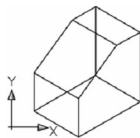

图 10-14 【视图】建立的 UCS
(8) **【视图(V)】**: 不论当前 UCS 的 X、Y、Z 三根轴方向如何, 视图 UCS 均可以将 X 置于水平方向、Y 置于垂直方向, 如图 10-14 所示。通常用于三维视图的文字注释。